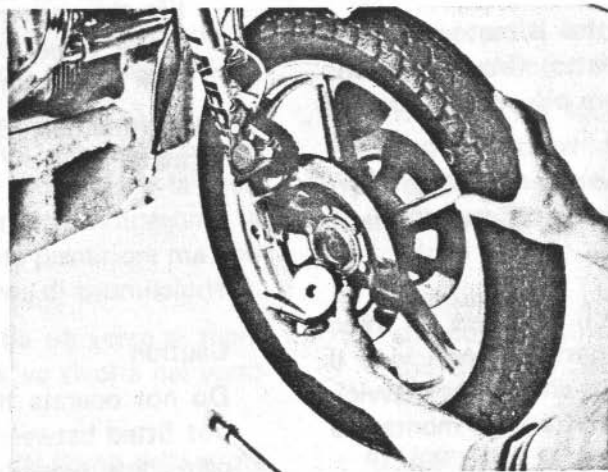

Fig. 44
- 6) Tirare in avanti la ruota svincolandola dalla forcella e dalle pinze dei freni (Fig. 44).
- 6) Pull the wheel forwards, removing it from the fork and from the brake calipers (Fig. 44).